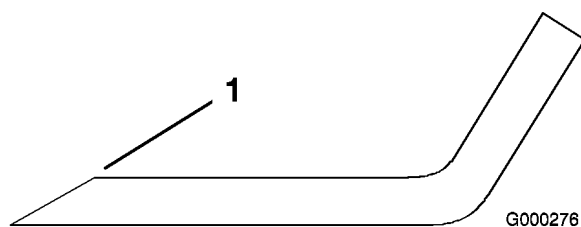

Figure 66
1. Au moyen d'une lime, aiguisez les tranchants aux deux extrémités de la lame (Figure 66) en veillant à conserver l'angle de coupe d'origine. Limez la même quantité de métal sur chacun des deux tranchants pour ne pas déséquilibrer la lame.